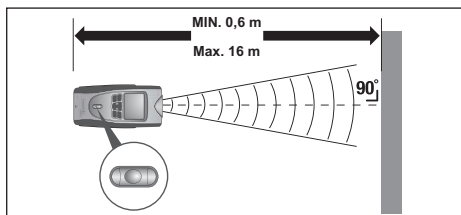
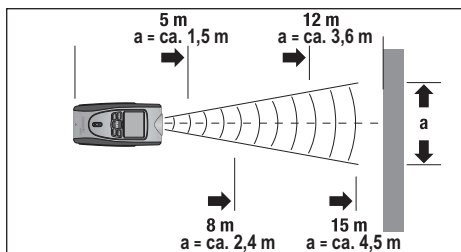

Abb. 1
Abb.2
4. Halten Sie das Gerät waagrecht vor die Wand, zu der Sie die Entfernung messen wollen. Der Ultraschallsender/empfänger **2** muss im rechten Winkel auf die Wand zeigen. Benutzen Sie hierfür die Libelle **8**: Die Blase in der Libelle **8** muss zwischen den Markierungsstrichen stehen (siehe Abb. 1, folgende Seite).
Je weiter Sie von der Wand entfernt stehen, umso breiter ist die Fläche (a) die der Entfernungsmesser mittels Ultraschall misst (Abb. 2). Beachten Sie daher, dass der Entfernungsmesser immer auf eine ebene Fläche im rechten Winkel gerichtet ist (Abb. 1 und 3). Bitte beachten Sie, dass sich keine Gegenstände im Messbereich befinden.